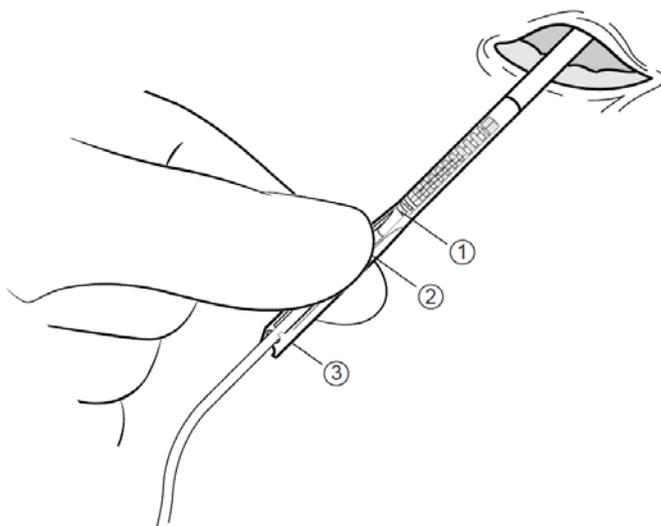

Figura 25. Presionar la extensión para asentarla completamente en el portal del portador.
- ① Tornillo de fijación orientado hacia abajo
- ② Portal del portador
4. Presione la extensión con el pulgar para asentarla completamente en el portal del portador. Asegúrese de que la extensión quede plana y completamente asentada en los puntos de fijación (Figura 25).